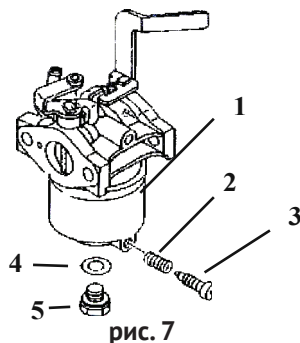

рис. 7
6.6.3 Слейте топливо из поплавковой камеры карбюратора, вывинтив пробку (рис.7 поз.3). После слива установите пробку на место и затяните.
6.6.4 В модификациях, в которых отсутствует пробка слива, топливо слить, вывинтив болт (рис.7 поз.5) крепления поплавковой камеры.